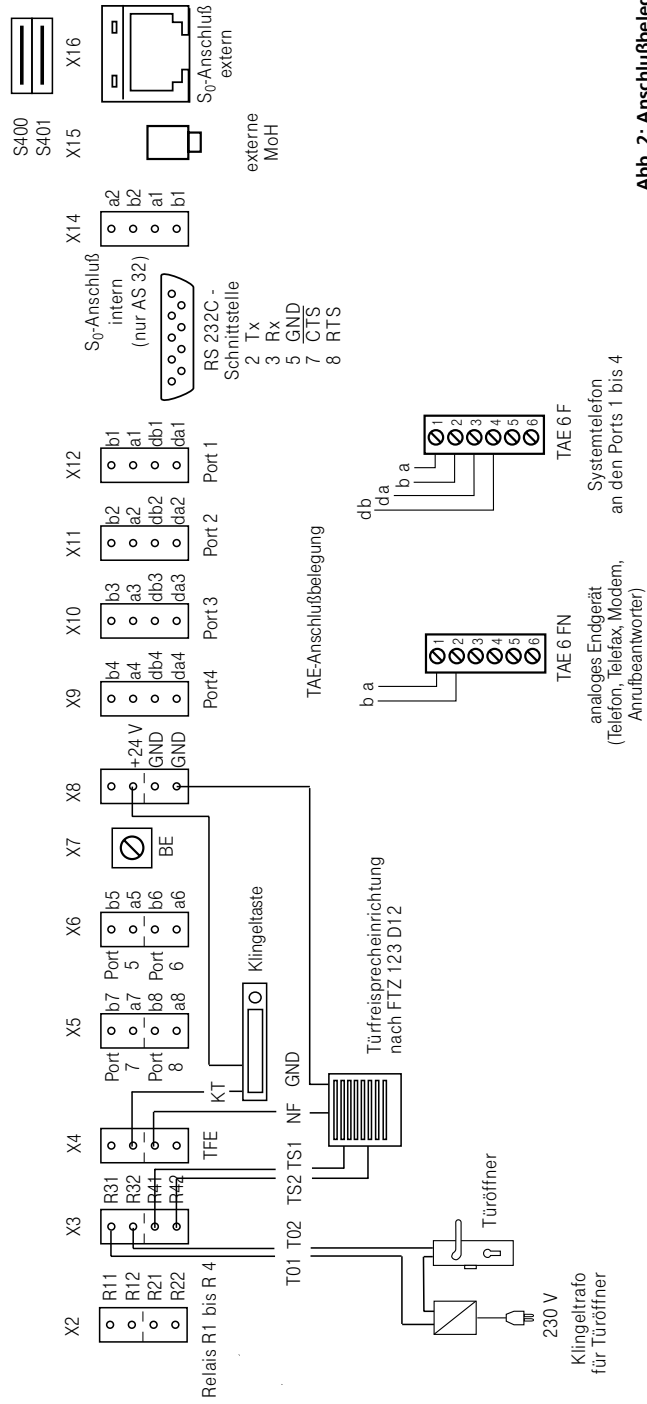

Abb. 2: Anschlußbelegung
- Stecken Sie die Schraubklemmen der einzelnen Leitungen auf die dafür vorgesehene Steckplätze (Abb. 2).
Anschlüsse: (Abb. 2 Anschlußbelegung) über steckbare Schraubklemmen.
Anschlüsse: (Abb. 2 Anschlußbelegung) über steckbare Schraubklemmen
Zur Einspeisung der externen Wartemusik verbinden Sie den Kopfhörerausgang eines Audio-Gerätes (CD-Player, Cassetten-Recorder, Stereo-Anlage) über einen 3,5 mm - Klinkenstecker mit der Klinkenbuchse (externe MoH) an der Unterseite der Telefonanlage (Abb. 2 Anschlußbelegung).